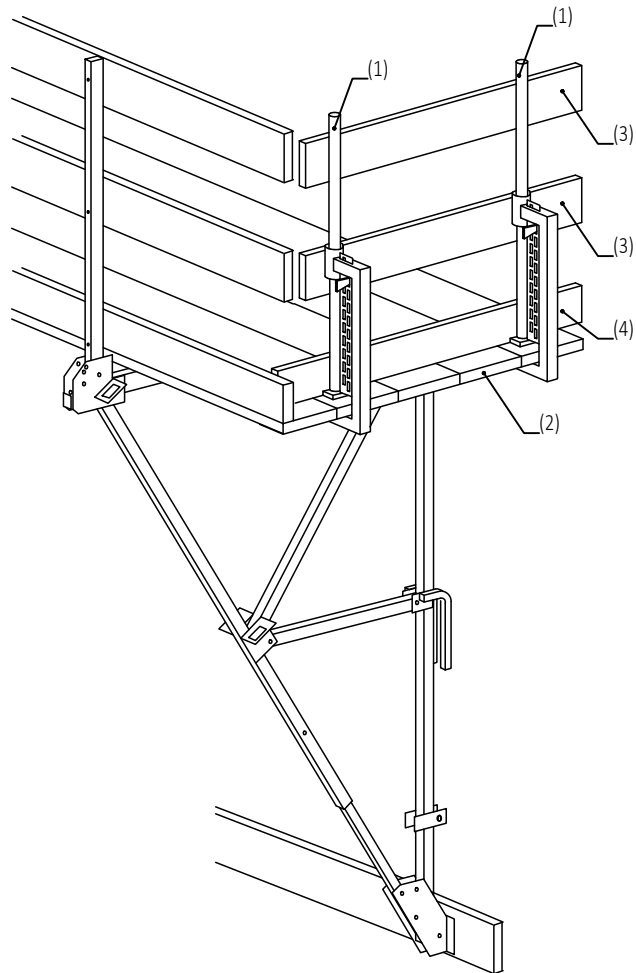

Bild 4.4
- 1 2 Stk. Geländerzwingen (1), z.B. NOE Schutzgeländerzwingen, Teil-Nr. 900050, für Höhen bis 40 m über Gelände, seitlich am Belag (2) der Klappgerüsteinheit ankleben.
- 2 Unmittelbar nach dem Befestigen der Geländerzwingen Geländerbretter (3) und Bordbrett (4) anbringen (Bild 4.4).